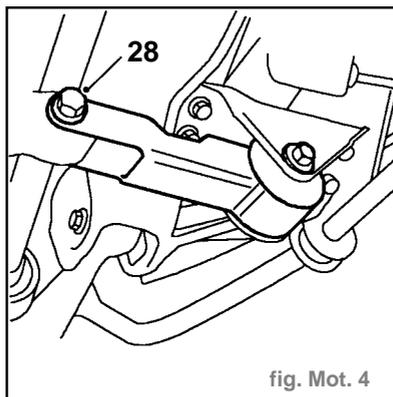

fig. Mot. 4
- Enlever l'attache (24) maintenant la goupille cylindrique de la barre de sélecteur.
- A l'aide d'un pointeau approprié, chasser la goupille cylindrique (25) maintenant la barre de sélecteur sur l'axe.
- Dégager la barre de sélecteur (26) de l'axe.
- Enlever le boulon d'assemblage (28) maintenant la barre d'appui du moteur sur le support de fixation du moteur (fig. Mot. 4).